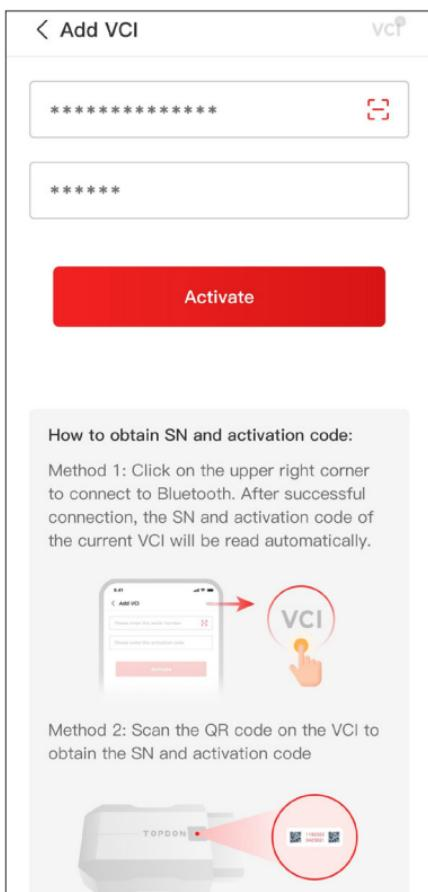

Figure 3-8
- ① Appuyez sur **Moi > Gestion VCI > +**.
② Pour obtenir le numéro de série et le code d'activation, veuillez scanner le code QR sur le produit. Vous pouvez également appuyer sur le **VCI®** en haut à droite de l'écran d'activation pour établir une connexion Bluetooth (voir Figure 3-8). Une fois la connexion Bluetooth entre le TopScan et votre téléphone établie, le numéro de série et le code d'activation seront automatiquement obtenus.)